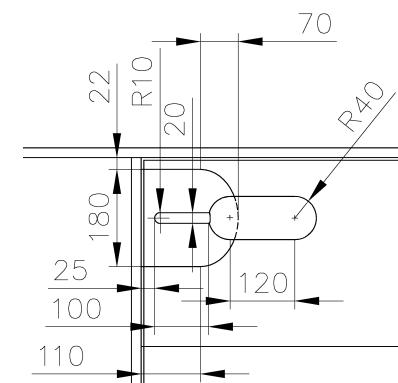
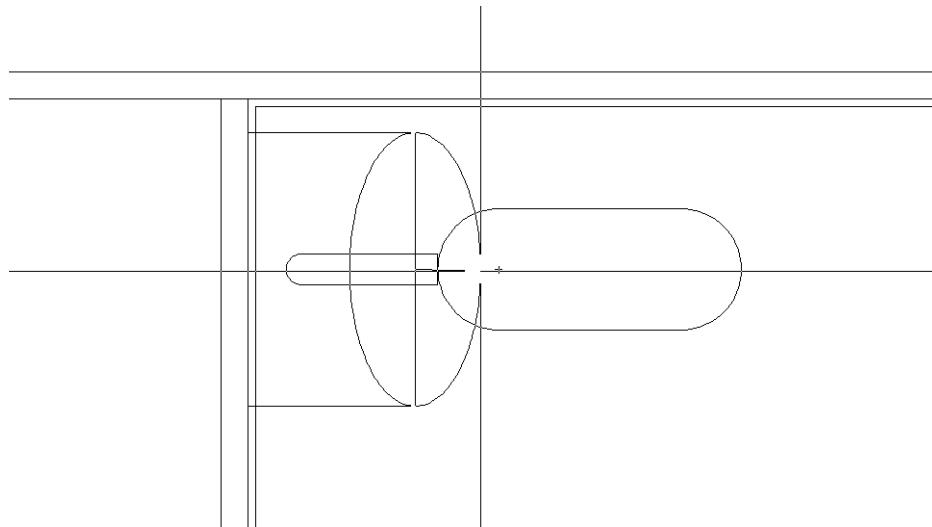

Рис. 5.48 ▼ Основные размеры настольной лампы и расположение ее на чертеже рабочей зоны
Рис. 5.57 ▼ AutoCAD предлагает задать значение второй полуоси эллипса
Давайте рассмотрим, как использовать постоянно действующие режимы привязки, на примере создания чертежа лампы (рис. 5.48).
Чертеж лампы должен размещаться в левом верхнем углу контура парты. Как видно из рис. 5.48, он состоит из нескольких прямых линий и дуг. Три меньшие дуги (одна – радиусом 10 мм и две – радиусом 40 мм), представляют собой половины окружностей, тогда как большая дуга – это половина эллипса. Вы, наверняка, догадываетесь, что при создании этого чертежа нам понадобятся такие режимы привязки, как **Конточка** (Endpoint), **Середина** (Midpoint), **Центр** (Center) и **Квадрант** (Quadrant). Давайте посмотрим, как включить эти режимы привязки для постоянного использования.
2. После увеличения изображения выбранного фрагмента запустите инструмент **Подобие** (Offset) и сместите вниз внутреннюю горизонтальную линию контура задней стенки рабочей зоны на 22 мм (см. рис. 5.48).
10. Теперь, руководствуясь рис. 5.48, выполните сопряжение контура плафонодержателя. (Не забывайте о возможности применения режима **Несколько** (Multiply) при использовании инструмента **Сопряжение** (Fillet).)
19. AutoCAD предложит в командном окне задать значение, которое должно равняться половине длины второй оси эллипса. Эту величину можно было бы задать с помощью динамически отображаемого эллипса (рис. 5.57), однако поскольку у нас нет точки, чтобы привязаться к ней, просто введите в командном окне **70** (см. рис. 5.48).